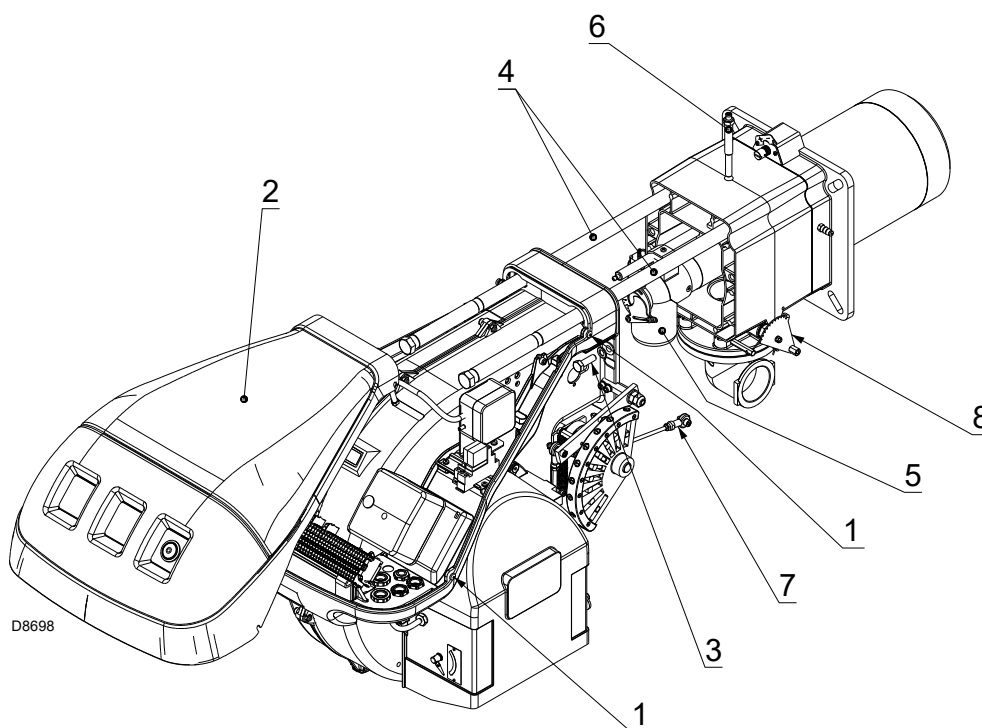

Fig. 40
S'assurer que les trous de sortie de gaz pour la phase d'allumage, présents dans le distributeur de la tête de combustion, soient libres d'impuretés et de dépôts de rouille. En cas de doutes, démonter le coude 5)(Fig. 40 à la page 34).
- Desserrer les vis 1) et enlever le capot 2)(Fig. 40).
- Remettre le vis 3)(Fig. 40) et tirer délicatement vers l'extérieur les câbles de sonde et d'électrode, jusqu'à les mettre légèrement sous tension.